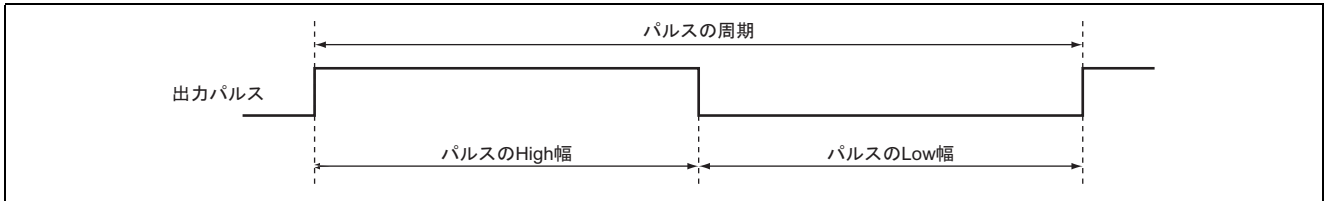

図 1 長周期パルス出力例
- (1) 図 1 に示すように 32 ビットカウンタ動作を行い ,パルスの High 幅を変化させデューティ変化できる長周期パルスを出力します。
- (2) デューティは 0% ~ 100%まで , 1 / 65535 の分解能で設定できます。
- (3) 20MHz 動作時 , パルスの周期は 6.55ms から 214.7s まで 3.27ms 単位で設定可能です。